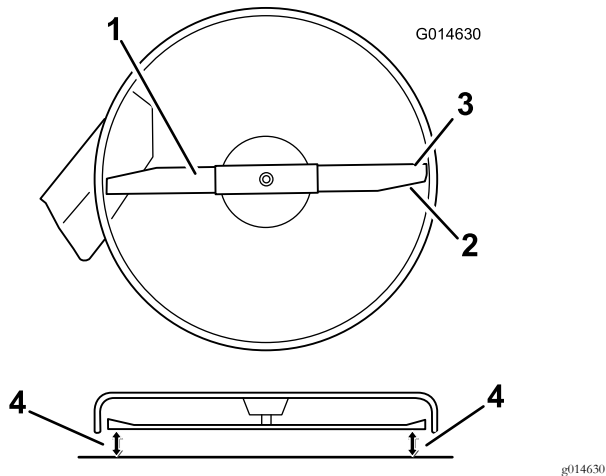
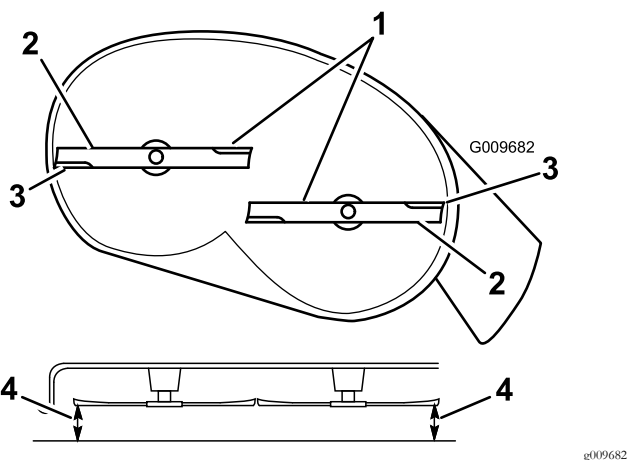

Figure 60
Figure 61
- Faites pivoter les lames avec précaution pour qu'elles soient toutes parallèles (Figure 60 et Figure 61).
- Mesurez la distance entre les tranchants extérieurs et la surface plane (Figure 60 et Figure 61).